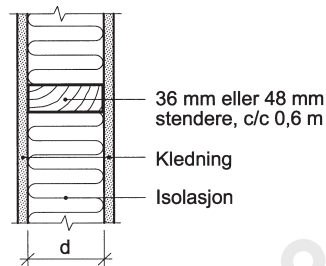

Fig. 214
- 214 *Innervegg med bindingsverk av tre.* Beregnet U-verdi er vist i tabell 214. Verdiene gjelder oppbygning som vist i fig. 214.